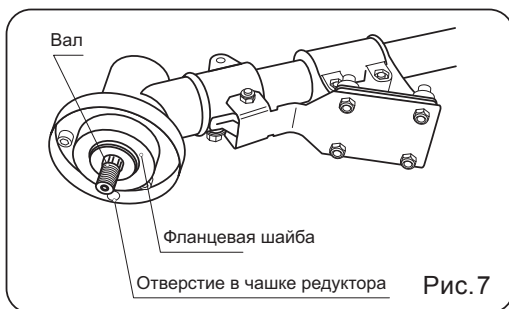

Рис.7
- Совместите отверстие в фланцевой шайбе с отверстием в чашке редуктора (Рис. 7).